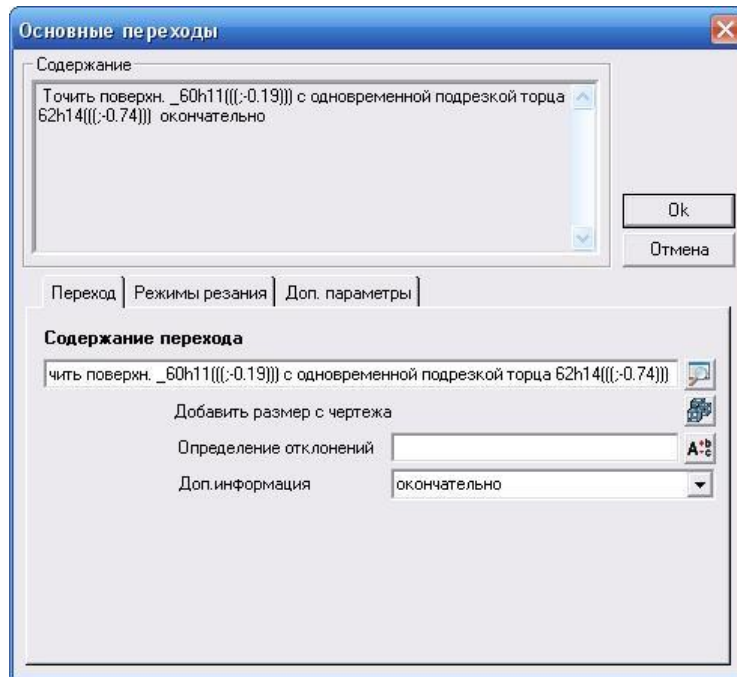

Рисунок 38. Окно диалога «Основные переходы», вкладка «Переход» после модификаций Основной переход создан и отображается в окне проекта
6. В появившемся диалоге «Основные переходы» (рисунок 38) нажмите кнопку «Добавить размер с чертежа»  и выберите в появившемся меню опцию «Сколоть размер». Выберите размер соответствующий обрабатываемой поверхности, т. е.  $60h11((;-0.19))$ .